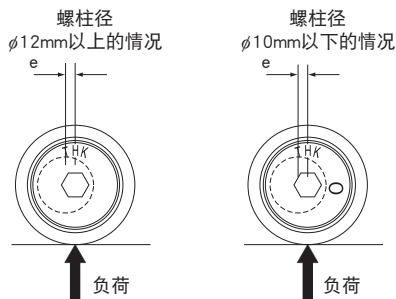

图2 偏心方向的位置关系
- (1) 将螺柱插入安装孔, 轻轻地拧紧螺母直到螺母开始旋转为止。此时, 将螺柱标记定位, 使其与负荷方向之间的关系如图2所示。
- (2) 使用螺柱头上的内六角孔旋转螺柱, 以调节螺柱和配合接触面之间的间隙。
- (3) 调整后, 在避免螺柱转动的同时拧紧螺母。此时, 需要注意不可以超过螺母的最大拧紧扭矩(参照B19-16表1)。